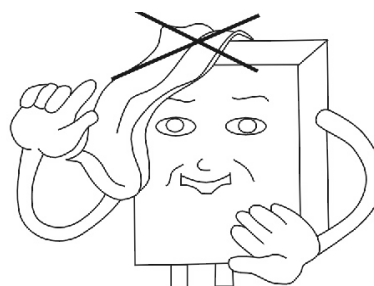

Fig. 14
- Non depositare sostanze infiammabili, esplosive o volatili in prossimità dello scaldabagno. (Fig. 14)